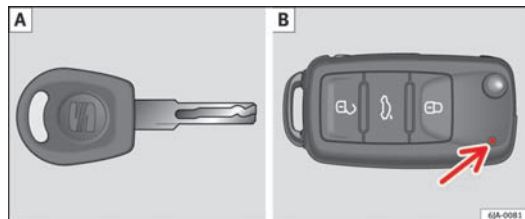
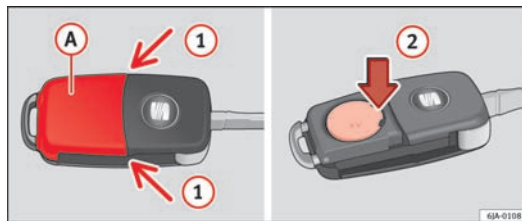

Fig. 43 Nøgler med fjernbetjening / Nøgler uden fjernbetjening
Fig. 44 Nøgler med fjernbetjening: Afmontering af afdækning / Udtagning af batteri
Der udleveres altid to nøgler sammen med bilen. Afhængigt af udstyr kan din bil være udstyret med nøgler uden fjernbetjening ⇒ Fig. 43 - A eller med fjernbetjening ⇒ Fig. 43 - B.
Der er et batteri under afdækningen i hver nøgle med fjernbetjening (A) ⇒ Fig. 44. Hvis batteriet er afladet, lyser den røde kontrol-lampe ⇒ Fig. 43 - B ikke, når du trykker på en knap på nøglen med fjernbetjening. Vi anbefaler, at du får skiftet nøglens batteri hos en ▶
- Tag afdækningen af batteriet i pilens retning **1** ⇒ Fig. 44 med tommelfingeren eller med en skruetrækker.